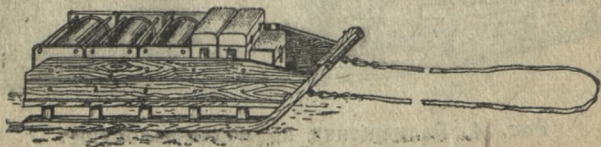

Рис. 5. Укладка в сани Стис комплекта имущества для наводки телефонно-кабельной линии
1. Линейно-станционное имущество для транспортировки на саниах типа Стис можно укладывать различными способами. На рис. 5 показан